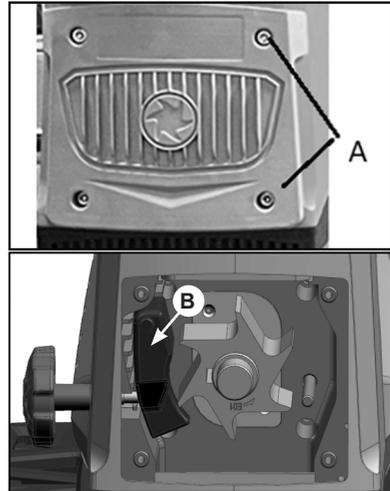

Рис. 9 Замена контрплиты
Для проведения осмотра состояния фрезы или замены контроллиты необходимо отключить измельчитель от сети и открыть 4 винта А (Рис. 9) крышки механизма измельчения.
2. Выньте контрплиту В (Рис. 9) и замените ее новой.